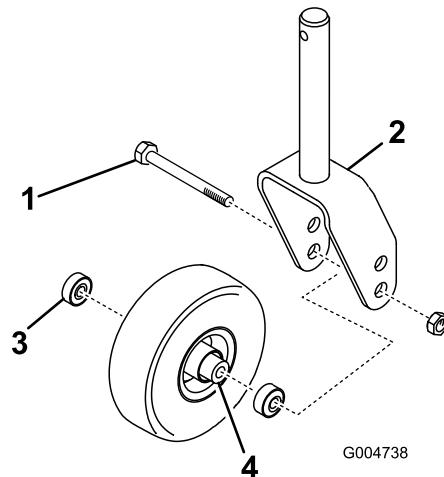
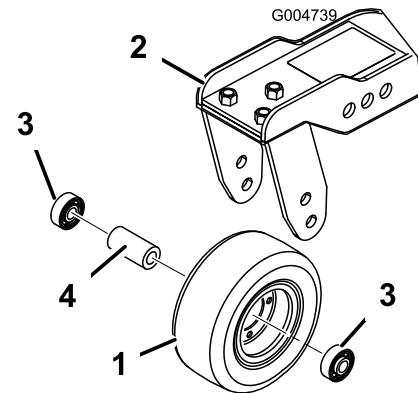

Figura 108
Figura 109
1. Retire la contratuerca del perno que sujetla el ensamblaje de la rueda giratoria entre la horquilla (Figura 108) o el brazo de pivote (Figura 109). Sujete la rueda giratoria y retire el perno de la horquilla o del brazo de pivote.
2. Retire el cojinete de la rueda y deje que se caiga el suplemento del cojinete (Figura 108 y Figura 109). Retire el cojinete del otro lado de la rueda.